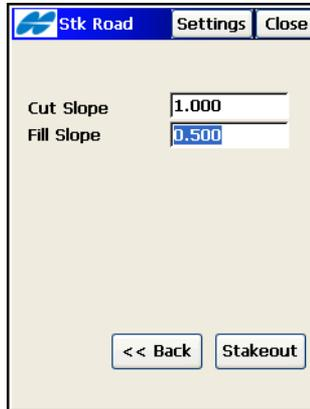

Abbildung 9-46. Trassenabsteckung
2. Geben Sie im Fenster *Abst. Straße* (Abbildung 9-46 auf Seite 9-38) den Namen der abzusteckenden Straße und die Anfangsstationierung sowie Antennenhöhe und Höhenmesstyp (GPS-Modus) bzw. Zielhöhe (TS-Modus) ein. Um auch die Hauptpunkte abzustecken (an denen die Grundrisselemente der Trasse beginnen und enden), aktivieren Sie das entsprechende Kontrollkästchen. Tippen Sie auf **Weiter**.